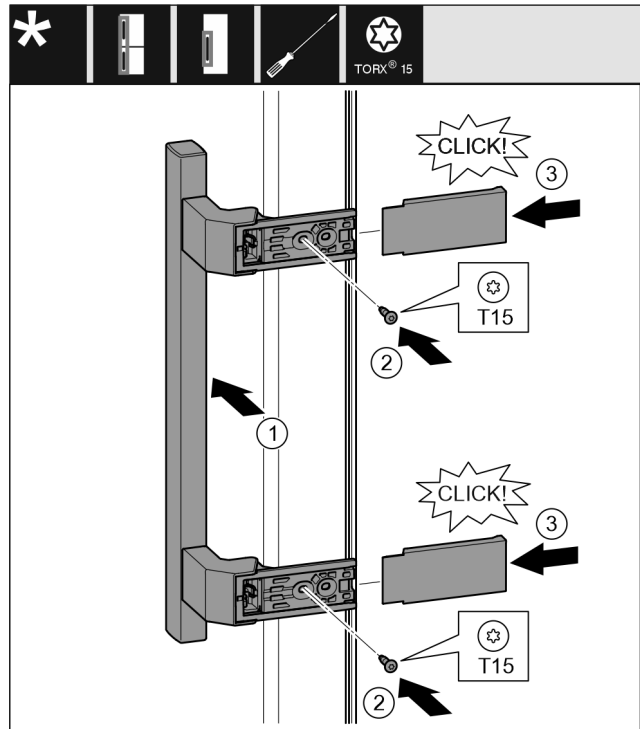

Fig. 21
- ▶ Aplicați mânerul pe partea opusă. Fig. 21 (1)
- ▶ Înșurubați ferm șuruburile cu șurubelnița T15. Fig. 21 (2)
- ▶ Aplicați și împingeți capacele laterale. Fig. 21 (3)